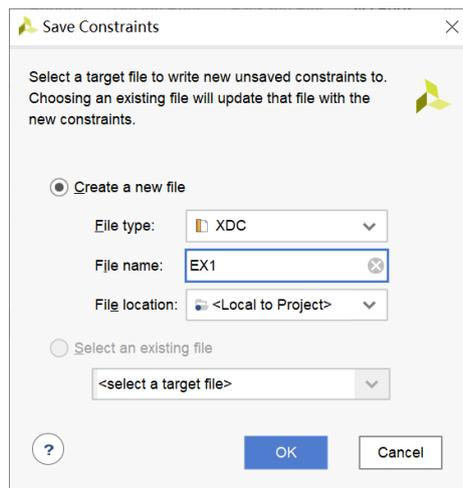
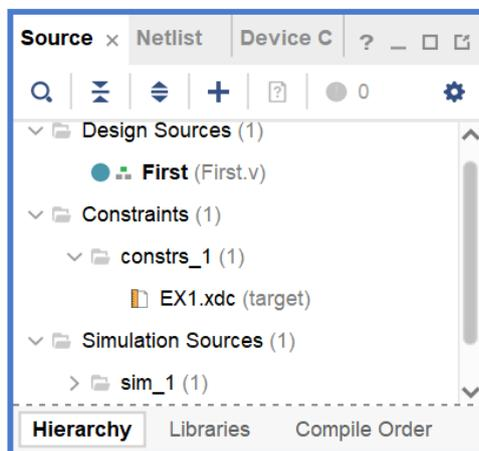

图 1.30
图 1.31
a.3、此时应看到下图 1.30 所示的界面。如果没出现如下界面，在图示位置的 layout 中选择 IO Planning 子菜单项即可。
a.4、在图 1.30 所示界面的右下方区域，把选项卡中切换到 I/O ports 一栏，并在对应的信号后，输入对应的 FPGA 管脚标号（或将信号拖拽到右上方 Package 图中对应的管脚上），并指定 I/O std，如图 1.31 所示。具体的 FPGA 约束管脚和 IO 电平标准，可参考实验板 EG01 的用户手册或原理图）。